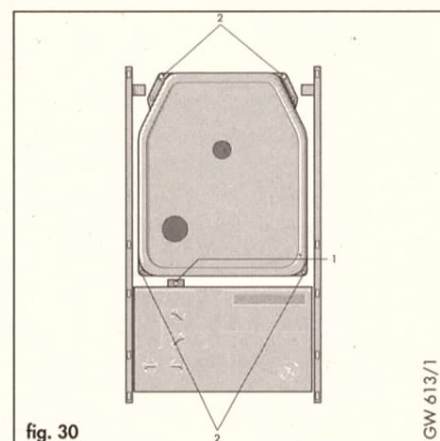

fig. 30
- Levare la parte superiore del mantello (fig. 26) e rimuovere il coperchio della camera di combustione togliendo le quattro viti (2, fig. 30).